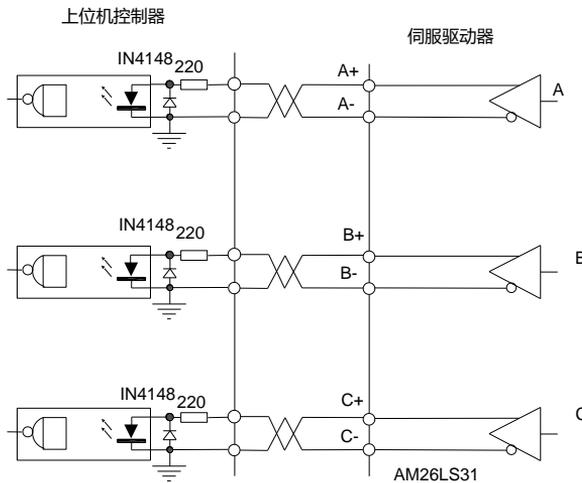

图 4-6-5b: Type5 光电编码器输出信号
- 控制器输入端也可采用光电耦合器接收，但必须采用高速光电耦合器（例如 6N137）如图 4-6-5b 所示；